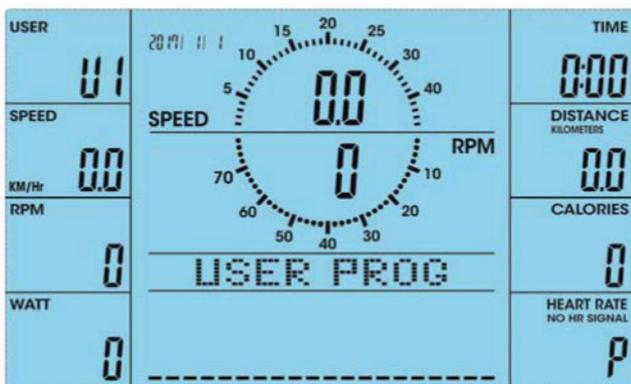

Abb. 32
1. Wenn Sie das benutzerdefinierte Programm ausgewählt haben (PROGRAM mode, s. Abb. 32), blinkt der erste Abschnitt (Abb. 33). Sie können nun mit den Pfeiltasten die Belastungsstufe/ das Intensitätsniveau für diesen Abschnitt bestimmen und so Ihr eigenes Programm erstellen.